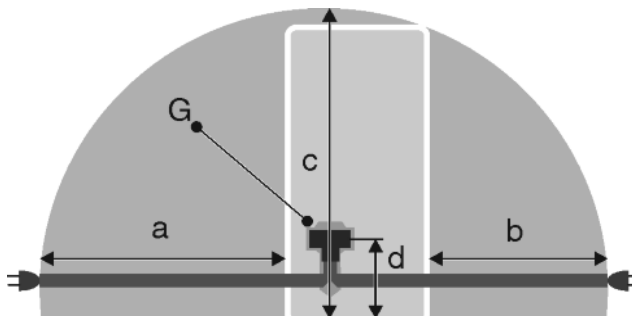

Fig. 41
- Vtičnica ni na območju zadnje strani naprave v podanem območju *Fig. 41 (a, b, c)*.
- ▶ Vtič naprave *Fig. 41 (G)* vstavite na zadnji strani naprave. Pazite, da se pravilno zaskoči.